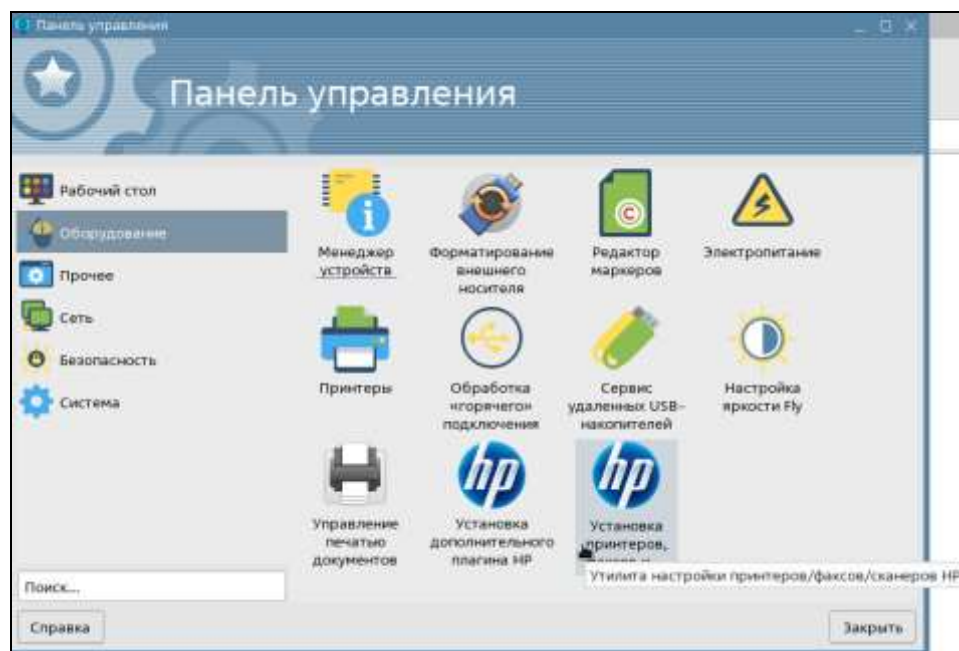

Рисунок 14 — Панель управления. Подключение оборудования
- 1) В панели управления ОС запустить **Утилиту настройки принтеров HP** (Рисунок 14);